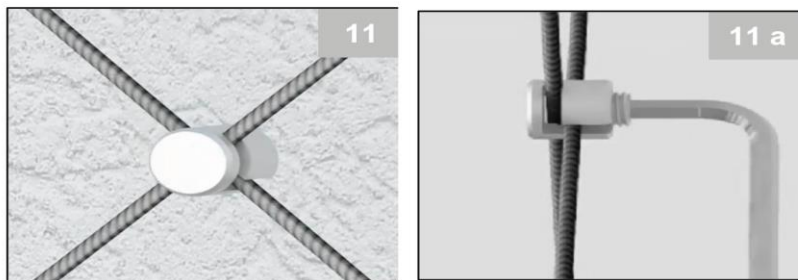

Abbildung 11, 11a: Verarbeitungsschritte StoFix Iso-Bar ECO
- Montage von StoFix Iso-Bar ECO Seilkreuzen: siehe Abbildung 11 und Abbildung 11 a